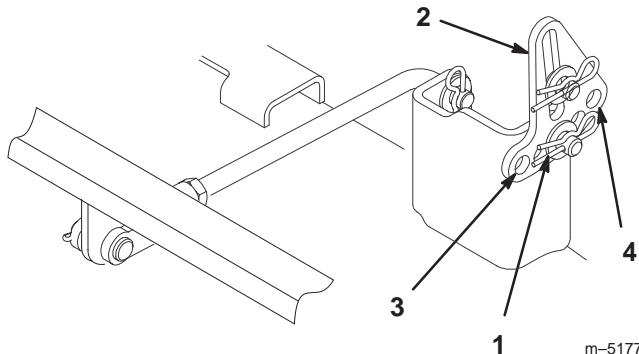

Figure 40
5. Enlevez la goupille fendue et la rondelle de l'une des pattes de mise à niveau (Fig. 40). Pour mettre les lames de niveau, fixez les pattes de mise à niveau dans un autre trou à l'aide de la rondelle et de la goupille fendue
(Fig. 40). Utilisez un trou plus en avant pour réduire la hauteur de ce côté, ou un trou plus en arrière pour l'augmenter. Réglez les deux côtés selon les besoins.